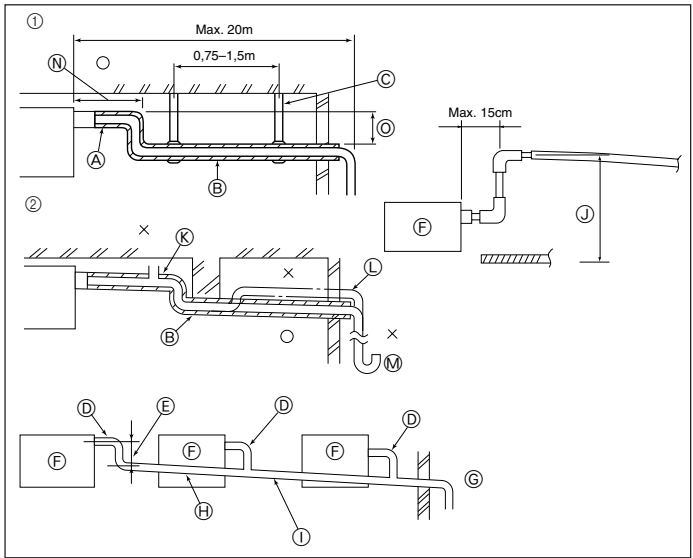

Fig. 3-4
3.3. Mise en place du tuyau d'écoulement (Fig. 3-4)
- ① Tuyautage correct
② Tuyautage erroné
③ Isolant (9 mm ou plus)
④ Pente descendante (1% ou plus)
⑤ Support métallique
⑥ Soufflerie d'air